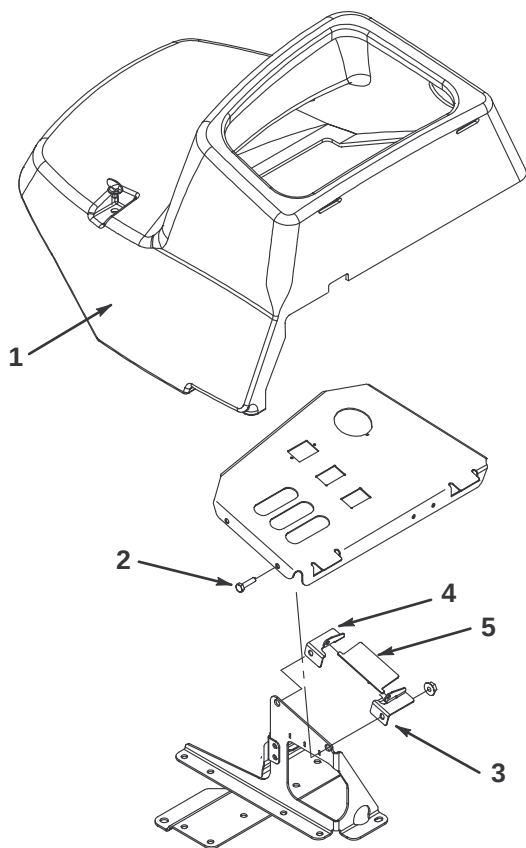

図 1
1. コントロール・パネルのカバーを外す (図1)。
2. コントロール・パネル前部の下のキャップスクリュー (図1) を探す。
3. 昇降レバー用のスロットを通して、キャップスクリューに左ラッチ・ブラケットを通し、フランジ・ナット (1/4-20) で仮止めする (図1)。
4. 同様に、右ラッチ・ブラケットを通し、フランジ・ナット (1/4-20) で仮止めする (図1)。
5. ラッチ両側についている耳を左右のブラケットに通す (図1)。